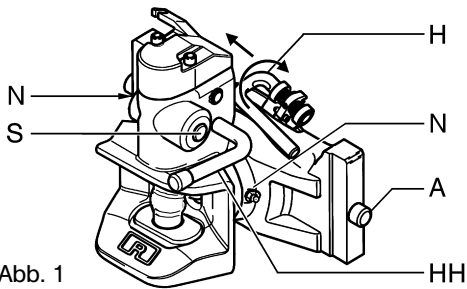

Abb. 1
- Handgriff (H) der Kurvenscheibe nach oben drehen und nach links drücken: Arretierbolzen (A) bewegen sich nach innen (s. Abb. 1)
- Kupplung in Schwebestellung halten und zugleich Handgriff (H) wieder nach rechts drehen, um das Einrasten zu unterstützen
- Handgriff in anliegender Position loslassen (s. Abb. 1)
- Kontrolle:** Der Handgriff (H) darf sich in gesicherter Stellung nur ca. 4 mm nach links drücken lassen.